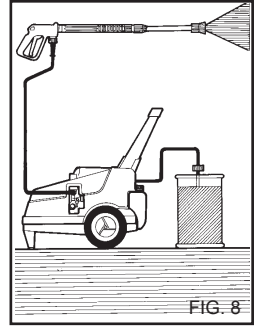

FIG. 8
1) Depois de usar o detergente, enxágue o circuito de sucção; enfie o tubo de sucção (fig. 8) de detergente num tanque contendo água limpa e faça com que a bomba funcione por um minuto com a torneira de dosagem completamente aberta e com a lança em fase de saída de detergente.
4) Depois da utilização do detergente, enxágue o circuito de sucção; enfie o tubo de sucção (fig. 8) de detergente num tanque contendo água limpa e faça com que a bomba funcione por 1 minuto com a lanca em fase de saída de detergente.